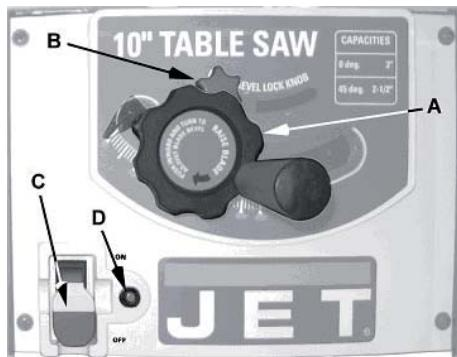

Рис. 24
- Розташований на передній панелі основної конструкції верстата (С, Рис. 24).
Захист від перевантажень (рис. 24)